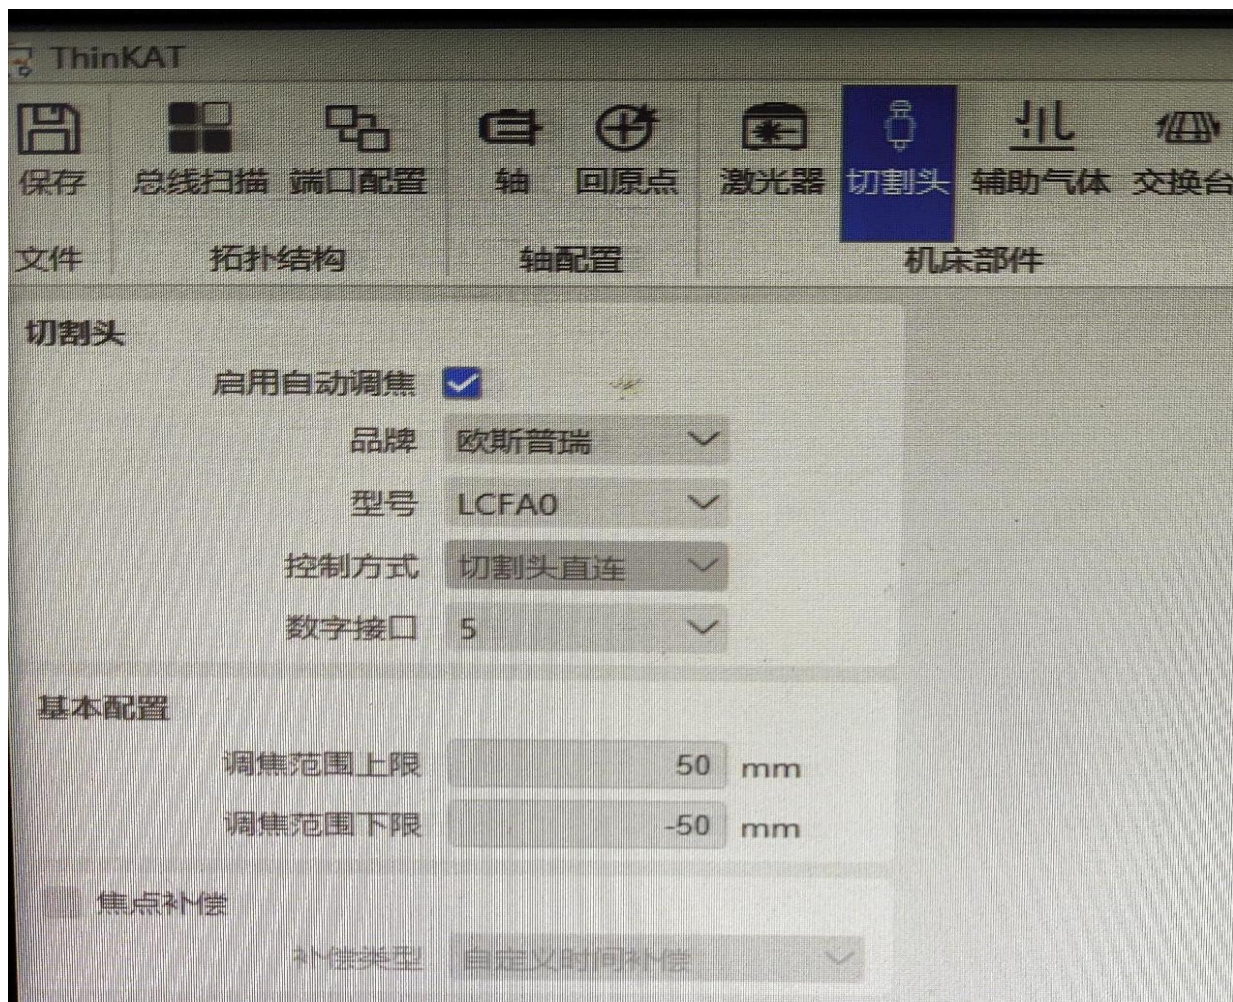

图4.6
- ① 打开软件配置平台
- ② 设置勾选启用自动调焦，
- ③ 选品牌-欧斯普瑞，
- ④ 根据装配切割头型号选择相应型号
- ⑤ 控制方式选-切割头直连
- ⑥ 数字接口选接入的ECAT端口号
- ⑦ 设置好切割头焦点上下限位 （如下图4.6所示）。